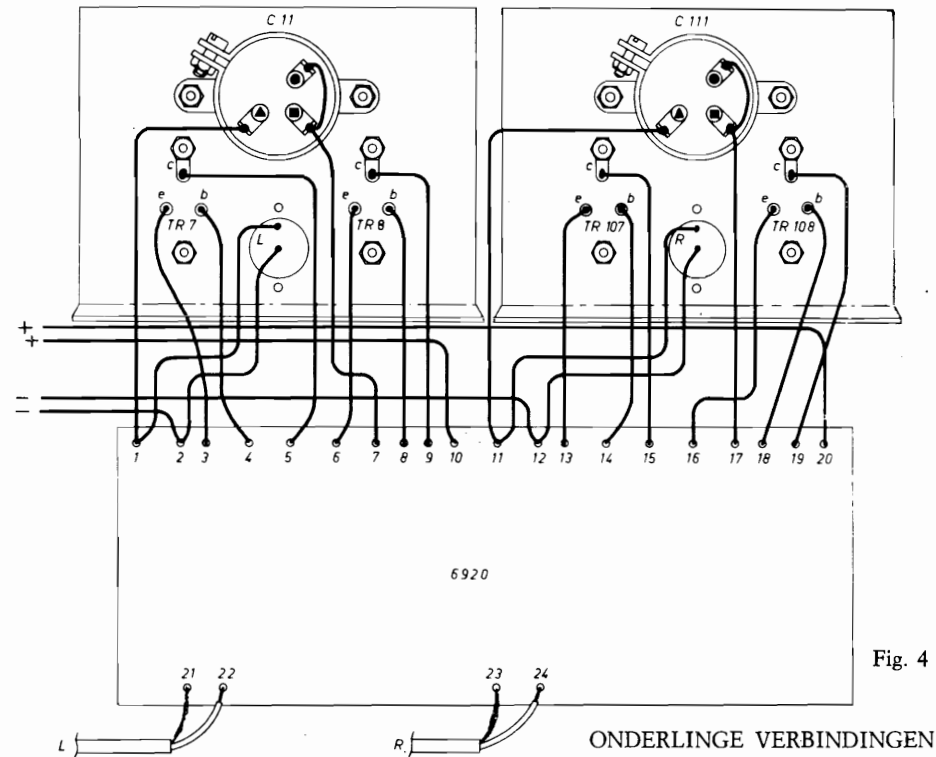

Fig. 4
14. Let bij het aanbrengen van de eindtransistors op de koelplaten op de juiste stand; de afstand tussen de aansluitpennen van de transistors en de „onderste” bevestigingsgaatjes is kleiner dan de afstand tussen deze pennen en de „bovenste” gaatjes (fig. 3). Zorg dat het oppervlak van de koelplaten vrij is van stof en scherpe randen. Gebruik tussen de koelplaten en de transistors een mica-plaatje en een loodplaatje; het mica-plaatje op de koelplaat en het loodplaatje tussen mica-plaatje en transistor. Steek vanaf de andere zijde isolatiebuisjes in de gaatjes in de koelplaten. Gebruik op de onderste boutjes moeren, tandringen en sluitringen en op de bovenste boutjes moeren, tandringen en soldeerlippen, zie fig. 3 en fig. 4.
15. Voorzie C11 en C111 van een bevestigingsbeugel (fig. 3). Klem deze om het condensatorhuis met behulp van een boutje M3 x 10, sluitring, tandring en moer. Zorg er voor dat de aansluitlippen van de condensatoren na bevestiging op de koelplaat, in de positie komen die in fig. 4 is aangegeven. Gebruik voor het vastzetten van de beugels op de koelplaten: boutjes M3 x 8, sluitringen, tandringen en moeren (fig. 3).
DE VERBINDINGEN tussen de transistors op de koelplaten en de verschillende aansluitpunten op de montageplaat zijn in fig. 4 aangegeven.